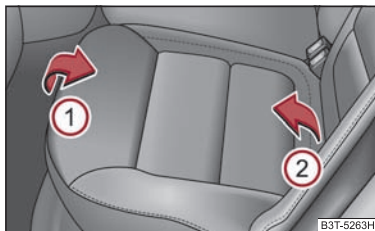

Fig. 74 Abatir hacia delante el banco del asiento
- Levantar el banco de asiento en el sentido de la flecha ① ⇒ fig. 74 y abatirlo hacia delante en el sentido de la flecha ②.